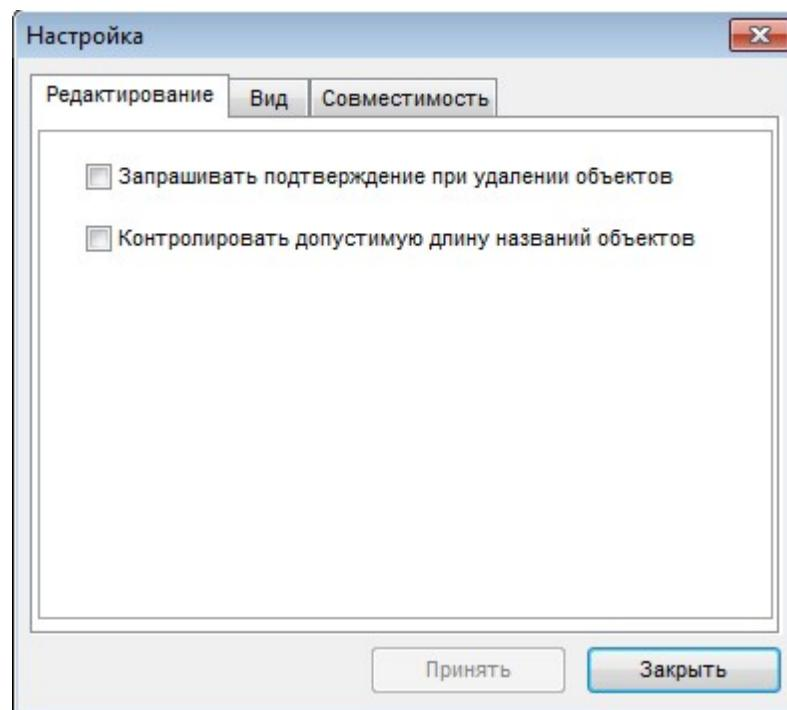

Рисунок 7. Окно «Настройка»: вкладка «Редактирование»
- Эти опции сгруппированы на вкладке **«Редактирование»** меню настроек (см. Рисунок 7).